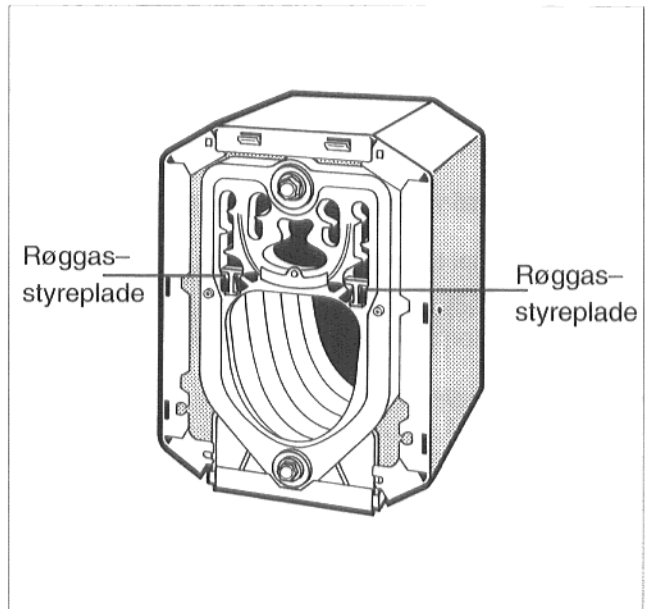

Fig. 31
- Røggasreguleringspladerne skal ligge vandret ved kedlens levering (Fig. 31).